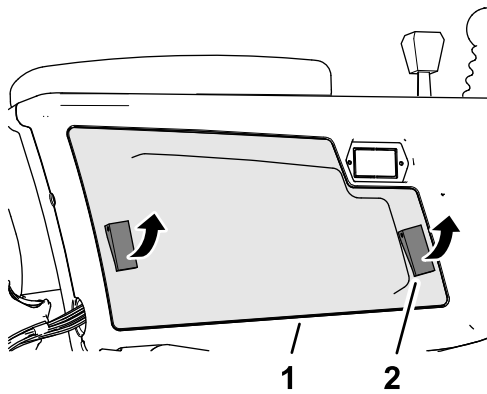

Figure 97
2. Ouvrez les 2 attaches qui fixent le couvercle du bras de commande sur le bras, et déposez le couvercle (Figure 97).